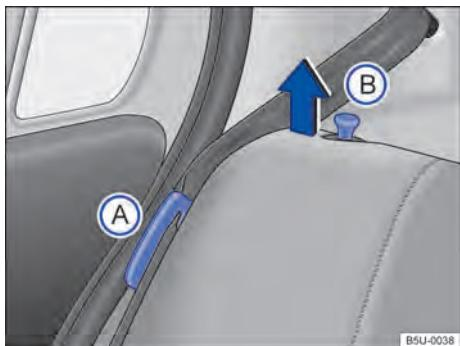
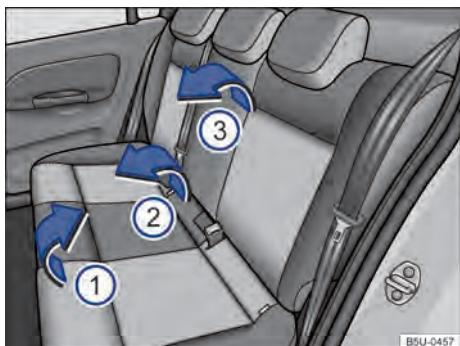

Fig. 56 Banco traseiro: posicionador do cadarço do cinto de segurança (A) e pino de destravamento do encosto (B).
Fig. 57 Banco traseiro: rebater o banco traseiro.
As figuras → Fig. 56 e → Fig. 57 ilustram, como exemplo, o procedimento para rebater o banco traseiro.
- Encaixar os cadarços dos cintos nos respectivos alojamentos no revestimento lateral → Fig. 56 (A).
- Puxar o assento pela parte da frente → Fig. 57 (1) no sentido da seta, para cima.
- Levantar a parte traseira do assento → Fig. 57 (2) e deslocar totalmente para a frente, de maneira que o assento fique o mais próximo possível do assoalho e do encosto do banco dianteiro.
- Puxar os pinos de destravamento → Fig. 56 (B) e, ao mesmo tempo, rebater parcialmente o encosto do banco → Fig. 57 (3) e remover os apoios para cabeça → Página 70. Abaixar totalmente o encosto do banco traseiro.
- Encaixar os cadarços dos cintos de segurança nos respectivos posicionadores → Fig. 56 (A).
- Levantar os pinos → Fig. 56 (B) e, ao mesmo tempo, rebater parcialmente o encosto do banco traseiro → Fig. 57 (3).